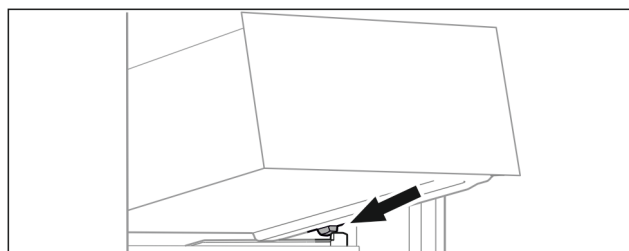

Fig. 67
- ▶ Nasad'te zásuvku šikmo za zářádky na žebrování na nádoby. (viz Fig. 67)